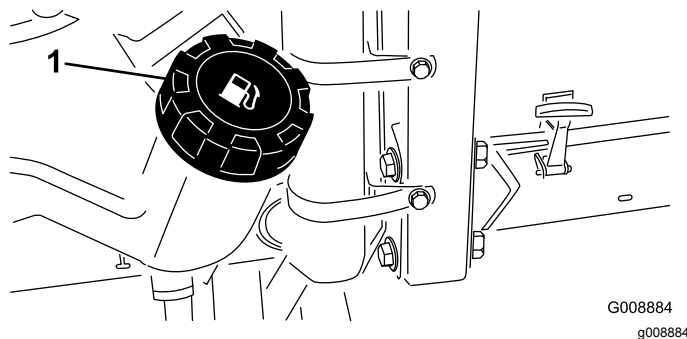

Figura 25
1. Limpe a zona em torno da tampa do depósito de combustível (Figura 25).